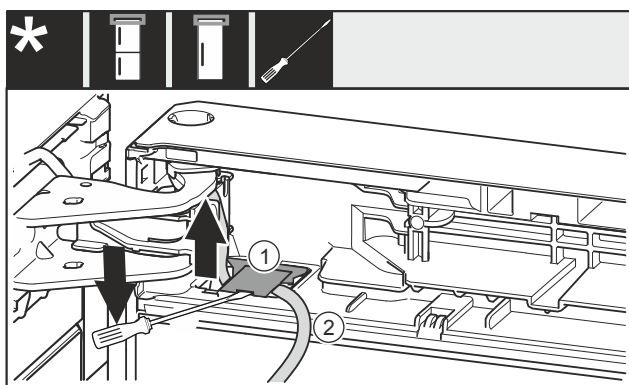

Fig. 25
▶ Используя шлицевую отвертку, поднимите и извлеките крышку Fig. 25 (1).
▶ Осторожно вытяните кабель Fig. 25 (2).